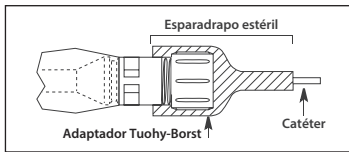

Figura 8
- El extremo del adaptador Tuohy-Borst del protector contra contaminación del catéter debe fijarse con esparadrado estéril para evitar que el catéter de inserción se mueva (consulte la figura 8).